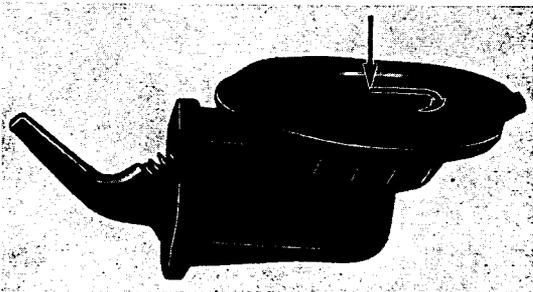

Bild 6 - Kraftstoffpumpen-Membran aushängen
3. Membran etwas hinein- und vom Kipphebel weg nach vorn unter gleichzeitiger Drehung nach rechts drücken, bis Stößel aus Schwinghebel herauspringt (Bild 6).